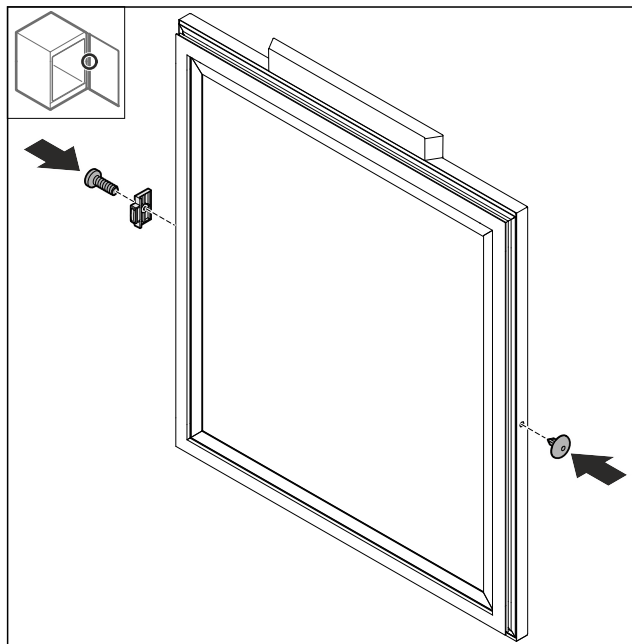

Fig. 48
- Tourner la butée de porte Fig. 48 (1) à 180° et l'installer de l'autre côté.
- Installer le cache Fig. 48 (2) du côté opposé.